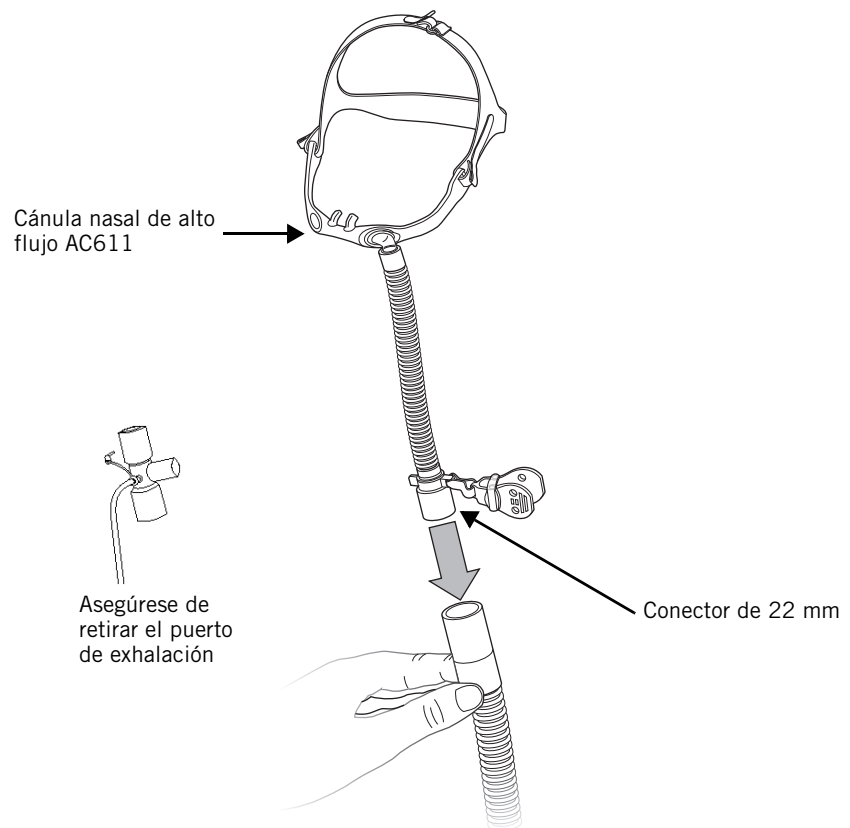

Figura 7-3: Cánula nasal de flujo alto conectada directamente al circuito del paciente mediante el conector de 22 mm
- conectada directamente mediante el adaptador de 22 mm del propio circuito (Figura 7-3).